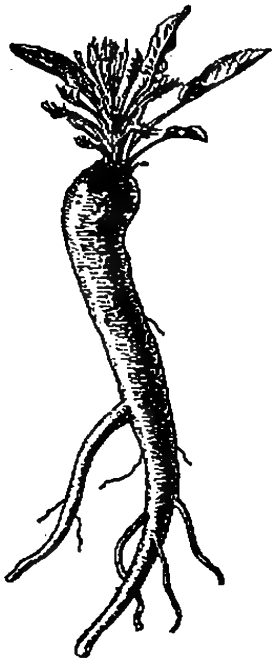

Fig. 244. — Racine pivotante (raifort).
3. Les diverses racines. — La racine *pivotante* (fig. 244) se compose d'une seule grosse racine centrale qui ne donne naissance qu'à de légères radicelles (racine de la *carotte* et de la *betterave*).